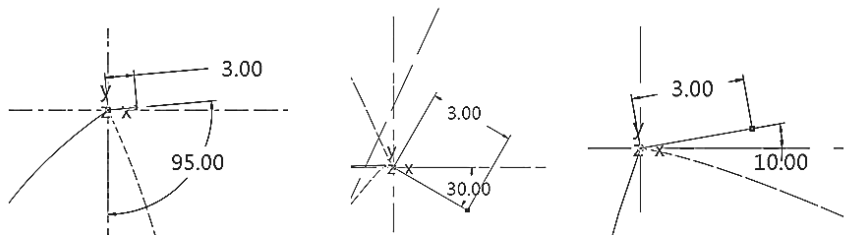

图 7-143 三截面草绘“扫描混合 1”
(7) 单击【模型】→【形状】模块的【扫描混合】 \square 工具，单击选择“相交 1”曲线为扫描轨迹，同时为“相交 1”曲线添加基准中点 PNT6。分别选取扫描轨迹链条底部点、中点、顶点为截面 1、截面 2、截面 3 的起点绘制截面线，如图 7-143 所示。